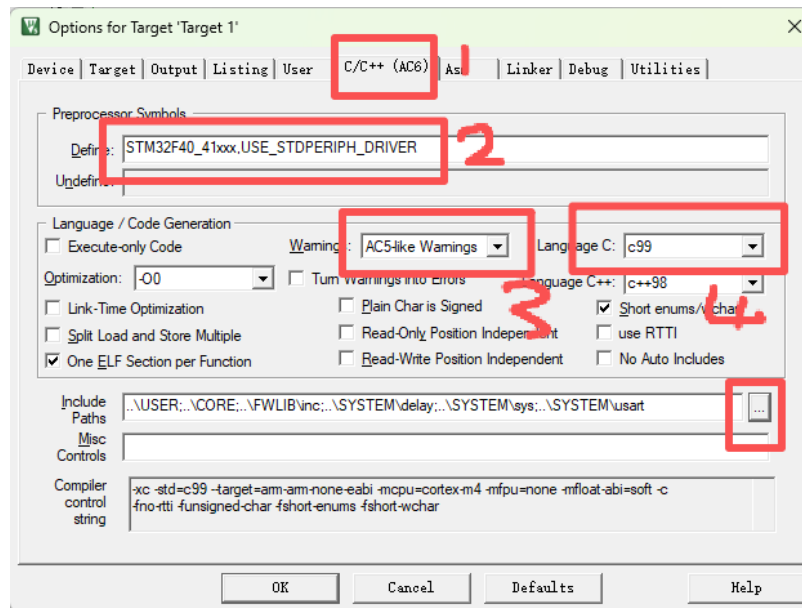

图 1.17 C/C++选项卡
(8) 设置头文件路径 对于任何一个工程，都需要把工程中引用到的所有头文件的路径都包含到进来。回到工程主菜单，点击魔术棒，点击 c/c++选项.然后点击 Include Paths 右边的按钮。弹出一个 添加 path 的对话框，然后将图 1.17 上面的目录添加进去。keil 只会在一级目录查找，所以如果你的目录下面还有子目录，记得 path 一定要定位到最后一级子目录，然后点击 OK。